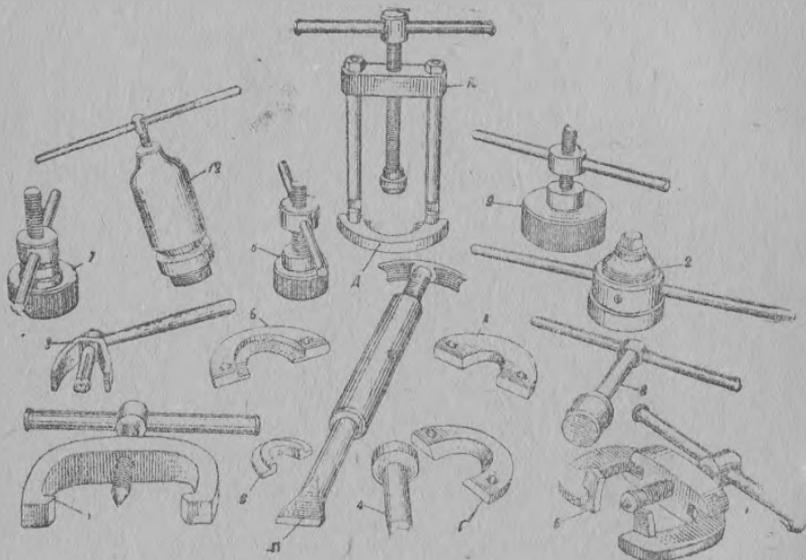

Рис. 24. Комплект съемников ГАЗ-А, ГАЗ-АА
7. Набор приспособлений к ГАЗ-А, ГАЗ-АА и М-1. Набор приспособлений (рис. 24) состоит из 12 наименований.